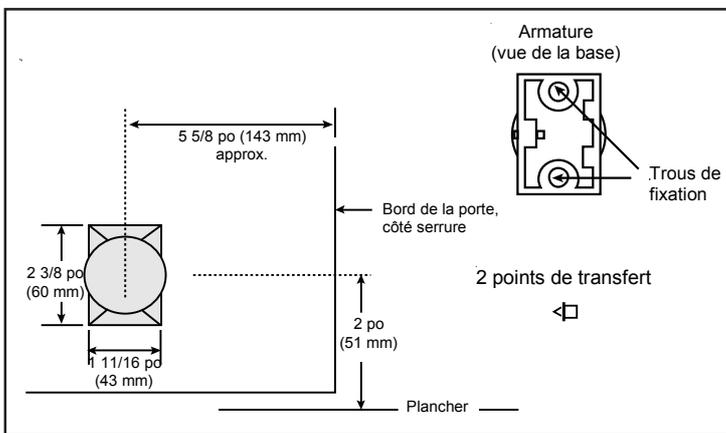

Figure 5. Montage de l'armature
**Remarque :** L'armature doit être montée verticalement (Fig. 5) pour être bien alignée avec l'électroaimant.
2. Placez les points de transfert dans les trous de fixation de l'armature (Fig. 5).